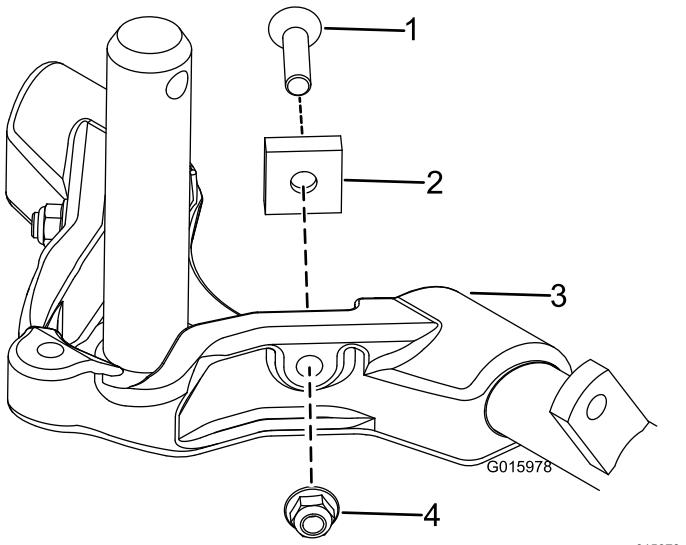

Figura 15
6. Aumente el alcance de la dirección de las unidades de corte traseras retirando los 2 espaciadores de pivot, tornillos allen y contratuerca con arandela prensada (Figura 15) de los bastidores de tiro de las unidades de corte traseras (Nº 2 y Nº 3) (Figura 12).